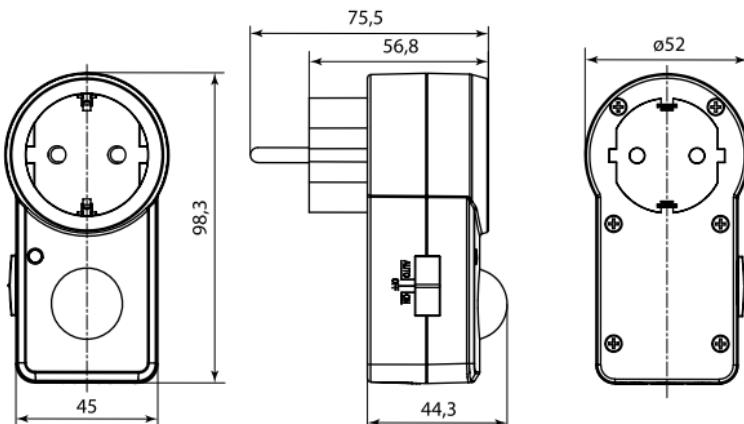

Рисунок 2. Габаритные и установочные размеры датчиков, мм
- Объект захватывает край зоны обнаружения датчика (рисунок 2);